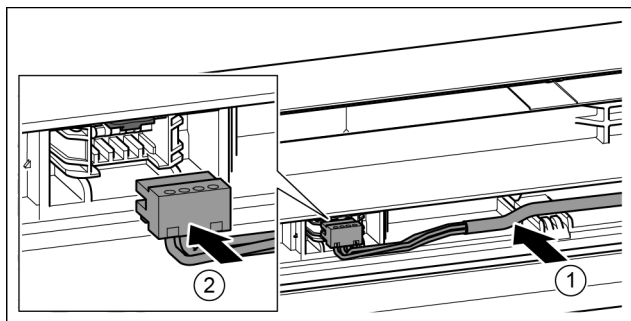

Fig. 38
- ▶ Šedý kabel vložte do vedení v horních dvířkách. *Fig. 38 (1)*
- ▶ Zaklapněte zástrčku. *Fig. 38 (2)*